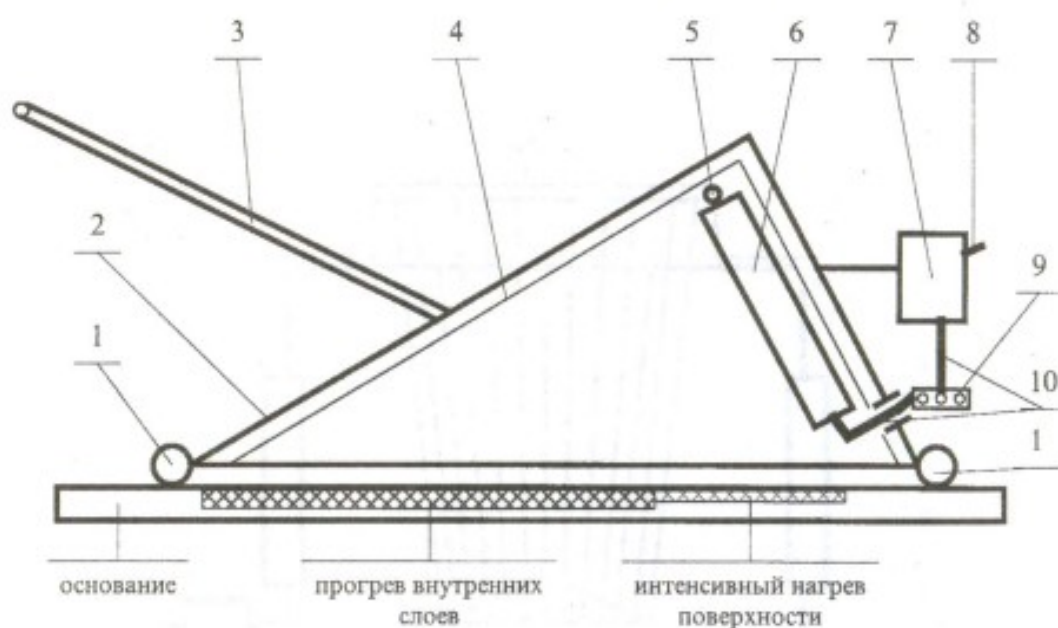

Рис. 6. Регенерационная установка "РМКЛ".
- Установить на регенератор руль (Рис. 6, п. 3).
- Проверить состояние нагревательных блоков (6) и внутреннего кожуха-отражателя (4), при необходимости очистить их от копоти и грязи.
- Проверить затяжку электрических контактов верхней токопроводящей шины (5) и целостность электрического кабеля и соединений электрической токоподводящей шины (9).